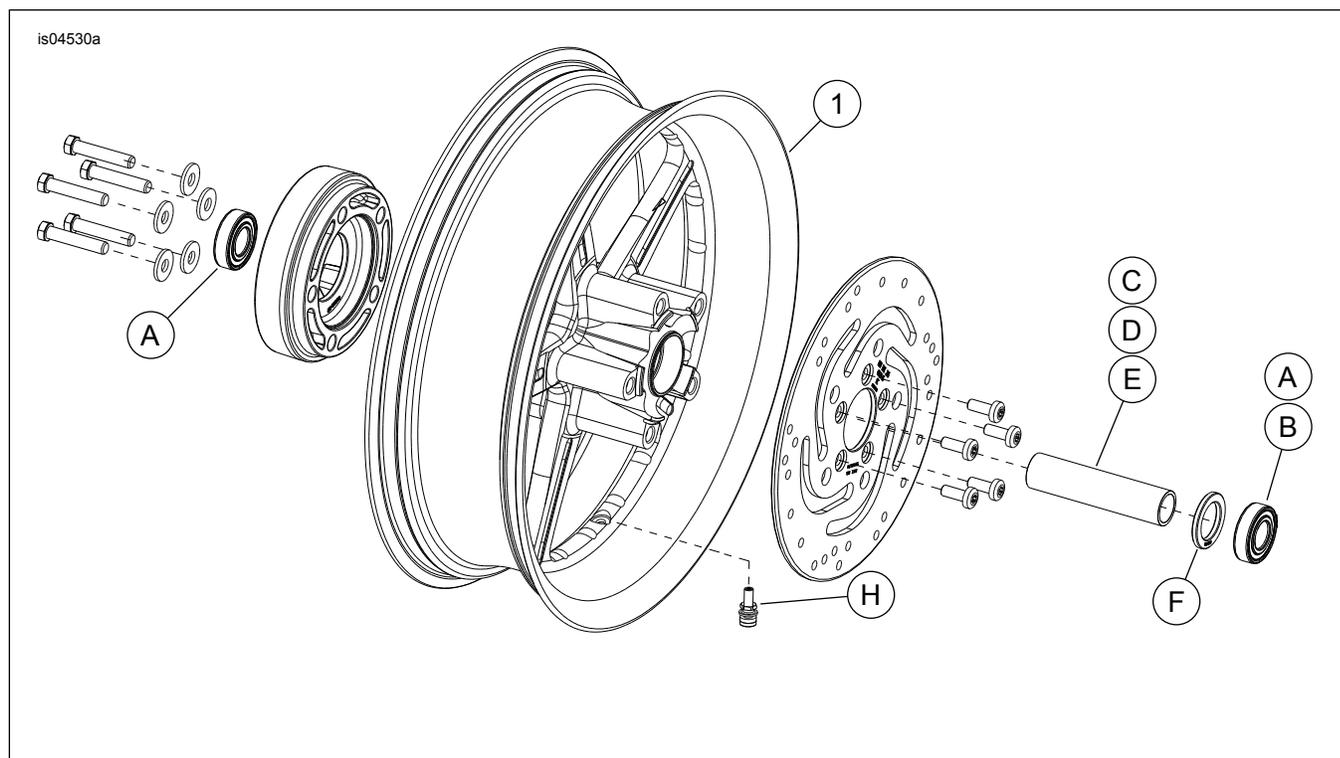

Figura 1. Piezas de servicio: Ruedas traseras Reactor
Vea Figura 1 y Tablas de piezas de servicio.
2. Vea Figura 1. Instale el conjunto del vástago de la válvula (H) en la rueda siguiendo las instrucciones en el Manual de servicio correspondiente.